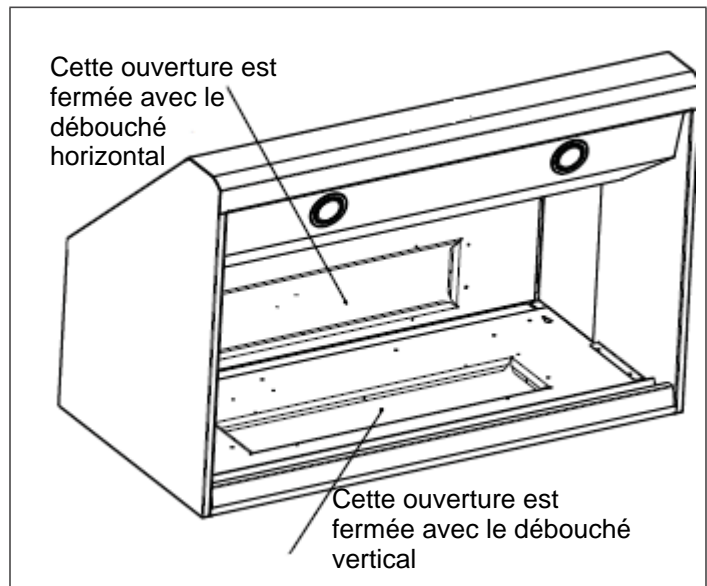

Figure 2: Modèles de hotte murale Pro de 24 po et 27 po
Lorsque la hotte est expédiée, elle est configurée pour un débouché vertical. Pour un débouché horizontal, déplacez la plaque du débouché sur le dessus de la hotte, comme illustré sur la Figure 2. Quatre vis retiennent la plaque en place.
2. Alignez les trous de montage du raccord avec les trous de montage de la bride de $\frac{1}{2}$ po (13 mm) situé sur le dessus ou à l'arrière de la hotte selon l'orientation du débouché (voir Figure 2 à la page 5).